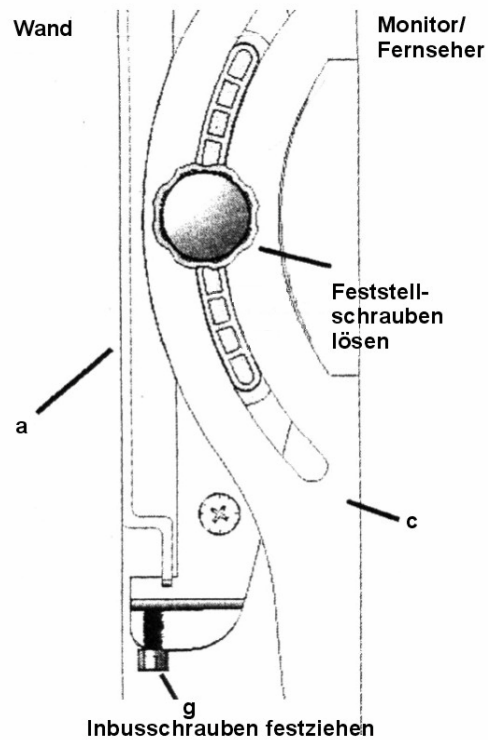

Abbildung 8
2. Setzen Sie nun die Inbusschrauben (g) in die vorgestanzten Löcher am unteren Ende der Trägerschienen so an, dass Sie hinter der unteren Leiste an der Wandplatte sitzen. Ziehen Sie sie mit dem Inbusschlüssel fest (siehe Abbildung 8). Jetzt können Sie die Feststellschrauben wieder lösen und so Ihren Flachbildschirm bzw. Plasma-Fernseher wie gewünscht ausrichten.